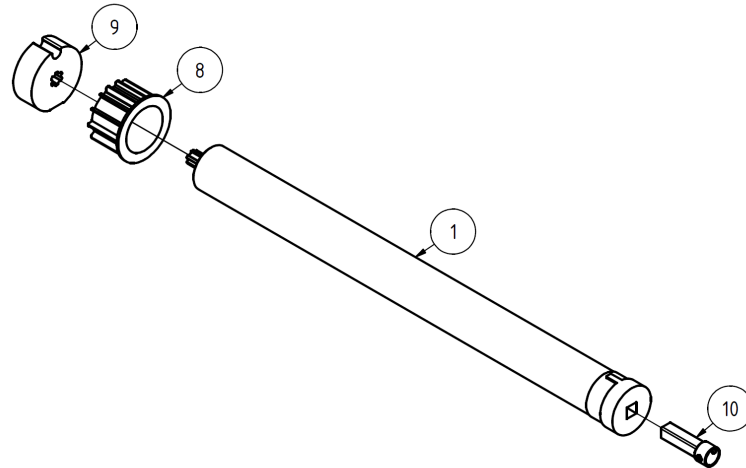

Abbildung 3: Montage von Mitnehmer, Adapterring und Steckzapfen
Führen Sie den Adapterring (8) auf den Rohrmotor (1). Entfernen Sie die vormontierte Schraube aus dem sternförmigen Zapfen des Rohrmotors (1) mithilfe eines Innensechskantschlüssels SW 5. Führen Sie den Mitnehmer (9) auf den Rohrmotor (1) und sichern Sie diesen mit der vorher entfernten Schraube. Stecken Sie den Steckzapfen rund (10), wie in Abbildung 3 dargestellt, in die Aussparung am Ende des Motors, bis das Sicherungselement am Motor einrastet.